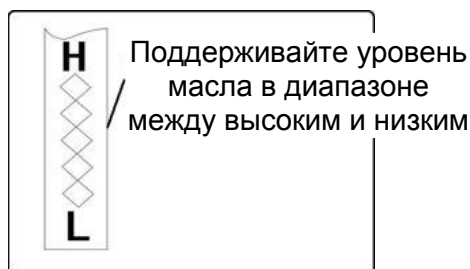

Рисунок 35
4. Выкрутите масляный щуп из маслозаливной горловины. Отметьте уровень масла. Если уровень масла на масляном щупе ниже отметки "**LOW**" ("НИЗКИЙ"), аккуратно долейте масло до отметки "**HIGH**" ("ВЫСОКИЙ") (см. рис.35).